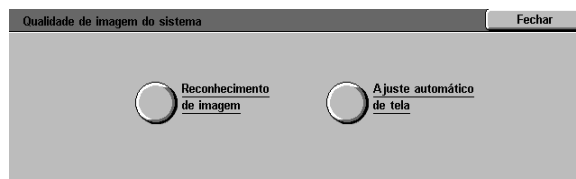

Figura 46: tela Qualidade de imagem do sistema
- 1 Na tela Recursos, toque no ícone **Qualidade de imagem do sistema** para exibir a tela Qualidade de imagem do sistema, conforme ilustrado na Figura 46.